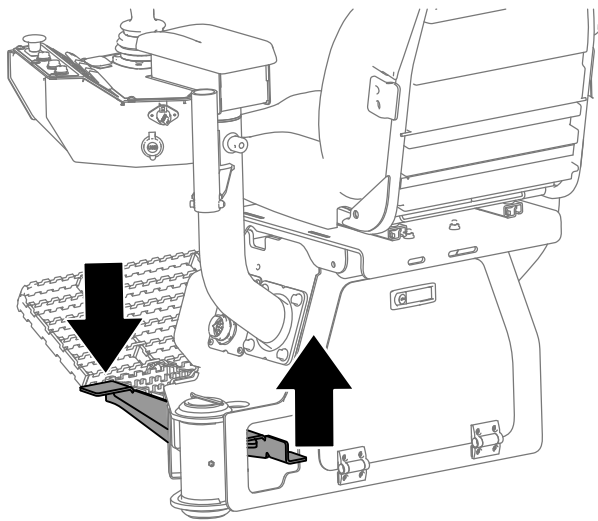

Figura 58
5. Presione hacia abajo el enganche de la plataforma del operador y gire la plataforma hacia afuera a la posición deseada, asegurándose de que se bloquea en su lugar (Figura 58).